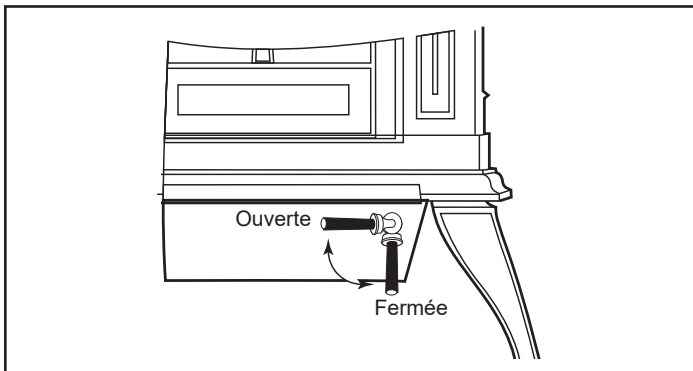

Figure 2.9 - Tournez la poignée de porte de cendrier vers la droite pour l'ouvrir et vers la gauche pour la fermer.
- Fermez la plaque ou les portes et déclenchez la porte à cendres. (Figure 2.9) Il rebondira et se balancera le bac dehors du poêle.